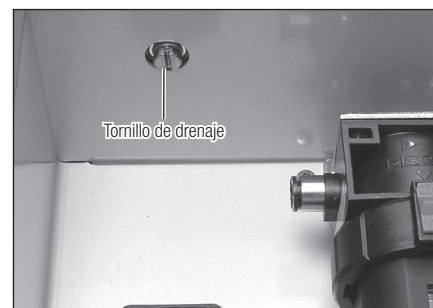

Fig. 3
- Antes del llenado con Aceite de Mantenimiento, asegúrese de que el tornillo de drenaje en la parte inferior del aparato esté bien fijado. En caso contrario, podría haber pérdidas de aceite (Fig. 3).